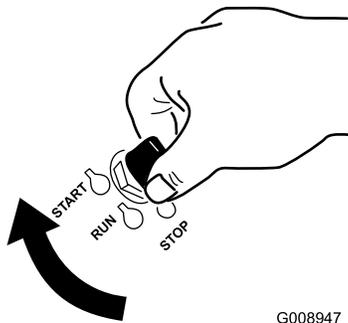

Figura 16
1. Gire la llave de contacto a la posición de Arranque (Figura 16). Cuando el motor arranque, suelte la llave.
- Gire la llave de contacto a la posición de Arranque (Figura 16). Cuando el motor arranque, suelte la llave.